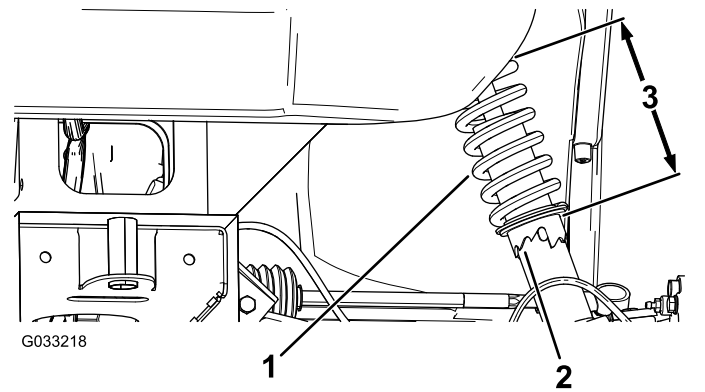

Figura 52
2. Dacă unghiul de cădere a roii nu este aliniat, utilizați cheia pentru piuliă pentru a roti colierul de pe amortizor pentru a alinia roata (Figura 52).